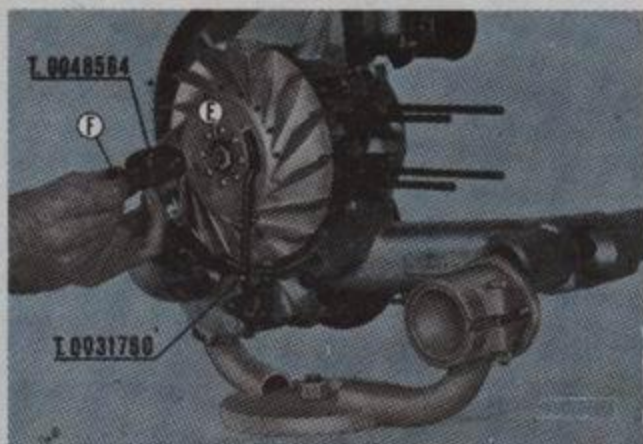

Fig. 31
**Fig. 31. Rotor volante:** Sujetar el volante con la llave T. 0031760 y desatornillar la tuerca «E». Aplicar el extractor T. 0048564, sujetarlo con la llave plana y actuar sobre el tornillo central «F» hasta la extracción. Vespa P 200 E (solución Ducati).
Fig. 31 bis. Rotor volante (Vespa 150-125 CL): Sujetar el volante con el útil T. 005273/E y desenroscar la tuerca «E». Seguidamente aplicar el extractor T. 00762/E; con llave plana actuar sobre el tornillo central, análogamente al de la solución Ducati.
Fig. 31 bis